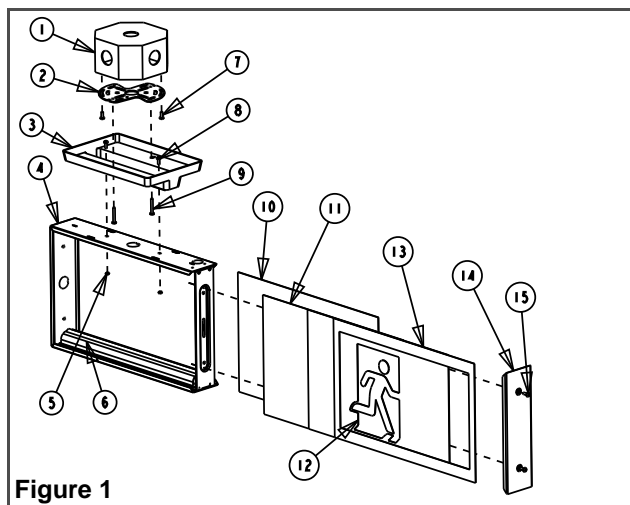

Figure 1
3. Pour ouvrir l'unité, enlever les vis de la plaque d'extrémité (voir Figure 1) et glisser le panneau transparent avec garniture de couleur, un ou deux panneaux pictogramme et le diffuseur opale (prendre note de l'ordre des panneaux retirés).